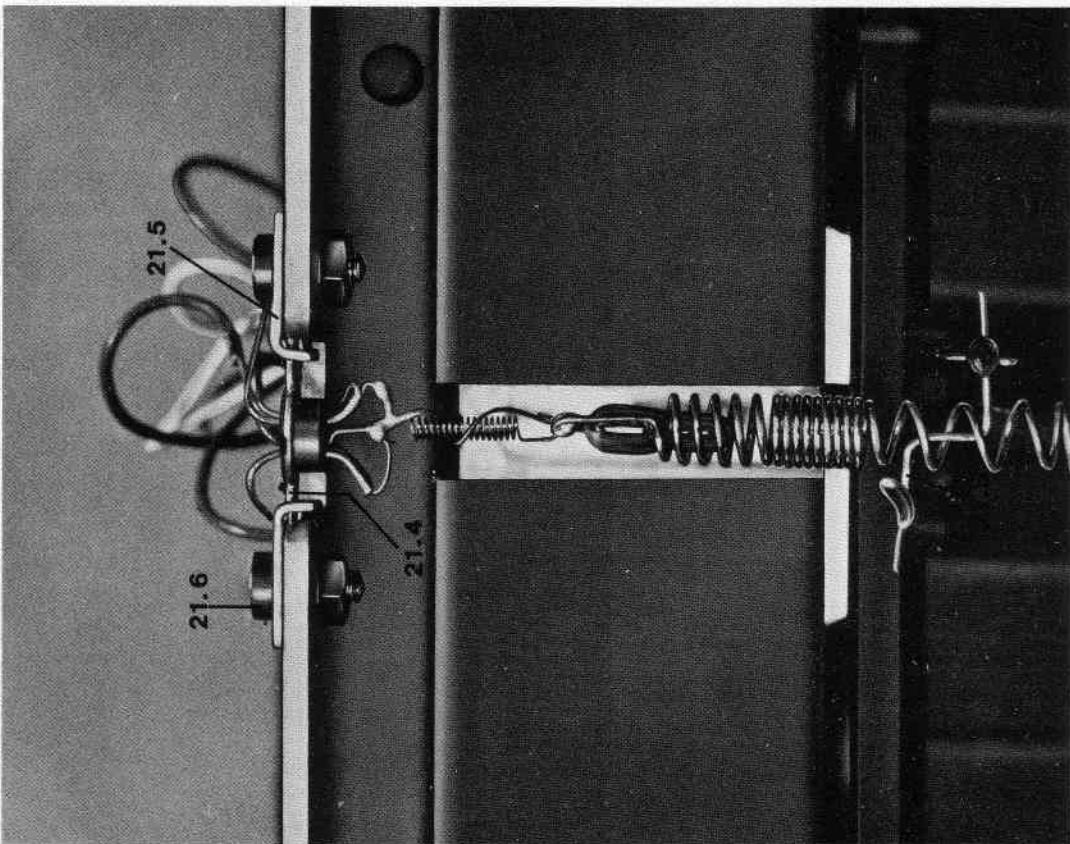

Abb.7
- 8.1.4 daß die Federn bzw. die Rähmchen nicht an den Magneten im Luftspalt anliegen (siehe Abb. 7).
- 8.1.5 daß die Federn nicht an den Hubbegrenzungen (21.8) anliegt (siehe Abb. 7).
- 8.1.6 daß die Rähmchenanschlußdrähte nicht die Federn berühren (siehe Abb. 7).
- 8.1.7 Die Rähmchen sollen im Luftspalt unter einem Winkel von  $45^\circ \pm 5^\circ$  stehen (siehe Abb. 7) und den erforderlichen Widerstand aufweisen. Der Widerstand wird zwischen den Steckerstiften an den Steckern der Halleinheit gemessen. Die Widerstände sollen zwischen den Steckerstiften
- 8.1.4 the springs or coils should not touch the magnet in the air gap (see fig. 7).
- 8.1.5 the springs should not touch the movement limiters (21.8, see fig. 7).
- 8.1.6 the thin wires from the coil connections should not touch the springs (see fig. 7).
- 8.1.7 the small coils should be positioned in the air gap of the magnet in an angle of  $45^\circ \pm 5^\circ$  (see fig. 7) and should have the necessary resistance. The resistance is measured between the pins of the reverb unit connector and should have a value of: